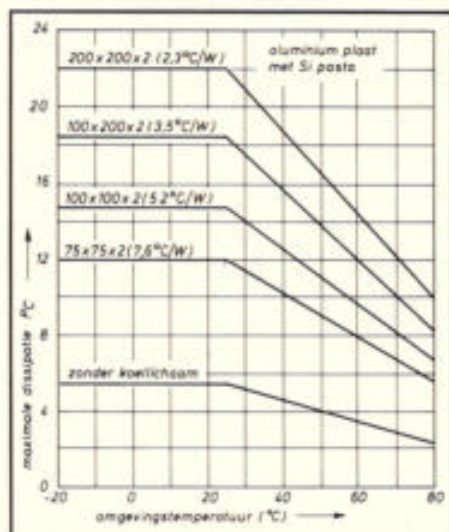

Fig. 2. Power derating curve van het 6 A type.
te fabrikanten de zaak nog opgefleurd door de bekende power derating curves. Zie hiervoor ook fig. 2 en fig. 3. Het betreft hier de derating curves van de 6 en 12 ampère schakelende voeding van Sanken die in een volgend deel in extenso zal worden beschreven.
los op fig. 2 en 3 dan blijkt dat de theoretisch gevonden waarden en die welke de fabrikant opgeeft nagenoeg gelijk te zijn. Deze formule kan dan ook in ons programma worden gebruikt. Dat het niet altijd even eenvoudig is met thermische formules mag verder nog blijken uit het volgende: Als we namelijk een gevonden waarde voor de thermische weerstand om willen zetten naar een bijbehorende afmeting voor een aluminium koelplaat en we dus gebruik willen maken van de in de Motorola literatuur voorkomende experimentele formule (4) dan blijkt dat de hieruit voortvloeiende afmetingen niet overeenkomen met die welke de fabrikant opgeeft.